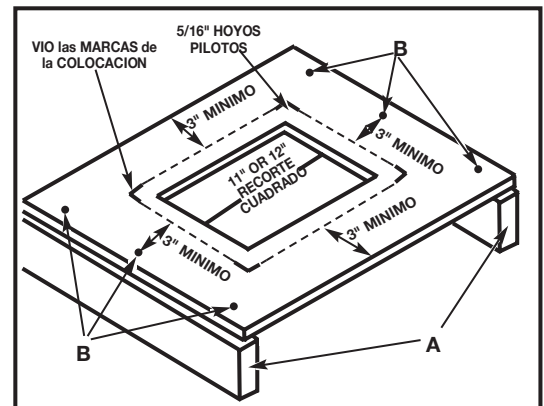

Fig. 4B
Usted también puede construir un soporte sencillo elevado, como se muestra en la Fig. 4B.
Encuadre la sierra en la superficie de apoyo y marque la ubicación de cuatro orificios de 7,94 mm (5/16") para realizar las perforaciones con un taladro (Fig. 4B).
Aleje la sierra y luego realice los orificios en estas marcas. Ubique y marque un cuadrado de 27,94 ó 30,48 cm (11" ó 12") centrado entre los cuatro orificios de montaje. Corte y quite el cuadrado (Fig. 4B). Para elevar la superficie de apoyo, mida dos x 4 (A) Fig. 4B al ancho de dos lados opuestos de la superficie de apoyo. Fije la superficie de apoyo a los bordes angostos de los 2 x 4 (como se muestra en la Fig. 4B con tornillos para madera (no suministrados) en por lo menos tres de los sitios (B) Fig. 4B de cada lado. Sujete la sierra a la superficie insertando el equipo adecuado (no suministrado) a través de los orificios de montaje en la sierra y dentro de los orificios previamente taladrados. Cuando utilice la sierra, quite periódicamente el aserrín acumulado debajo de la misma.